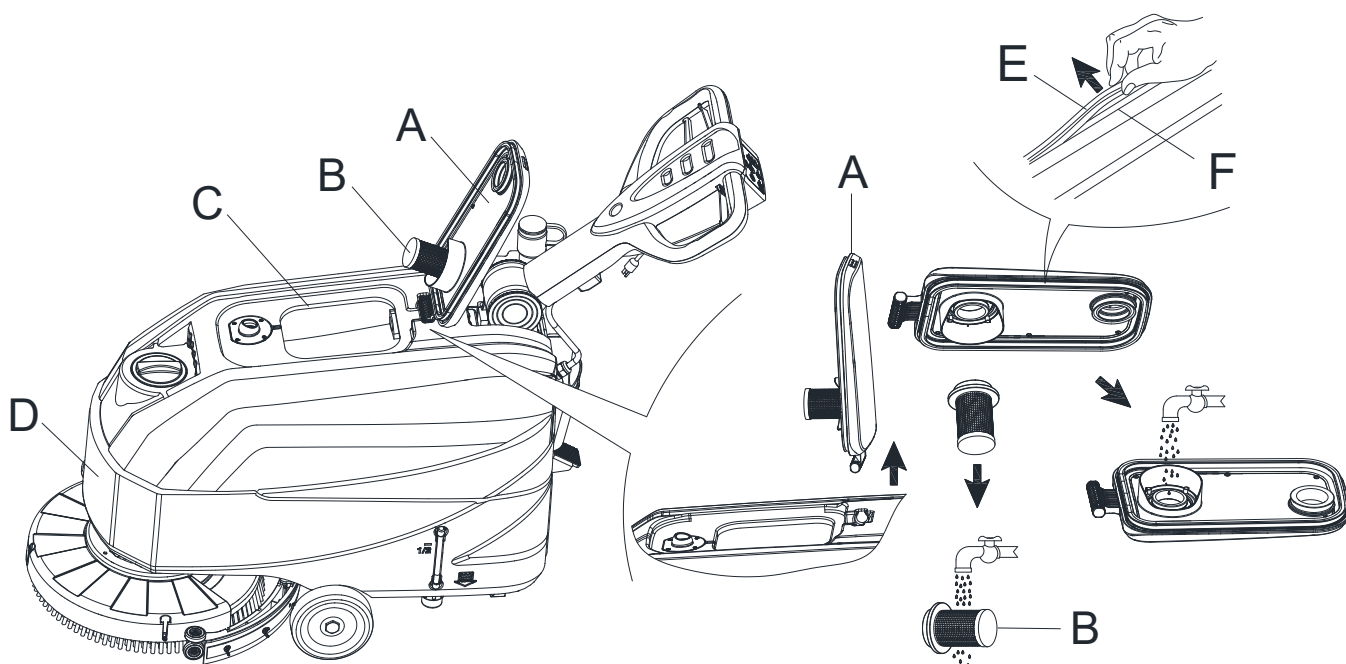

Figure 14
3. Tournez le couvercle du réservoir de récupération (A, Figure 14) de 90 degrés pour le retirer, puis retirez le filtre à bille de flottement (B) du couvercle du réservoir de récupération.
7. Vérifiez si la surface de contact de la bande d'étanchéité (E) est intègre et si l'étanchéité est suffisante. Si nécessaire, sortez de la rainure (H) la bande d'étanchéité du réservoir et remplacez-la. Montez la nouvelle bande d'étanchéité comme illustré à la (Figure 14), le joint doit se trouver dans la zone centrale.
8. Fermer le couvercle du réservoir de récupération (A).